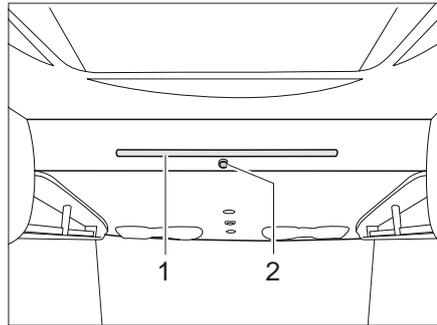

Bild 129 Hubbett manuell
- Den Verriegelungsknopf (Bild 129,2) ziehen, um das Hubbett zu entriegeln.
- Das Hubbett mit beiden Händen an der Griffstange (Bild 129,1) nach unten ziehen.
- Die Aufstiegsleiter mit den beiden Bügeln in die Griffstange (Bild 129,1) am Hubbett einhängen.